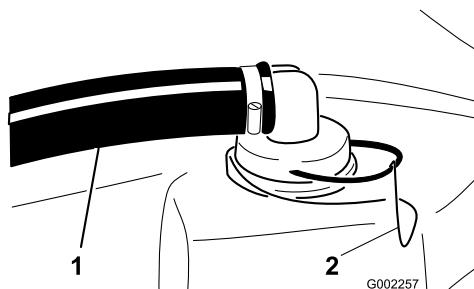

Figure 63
- Retirez la fixation du raccord rouge monté sur le gros flexible en haut de la cuve (Figure 63).
- Débranchez le flexible de la cuve (Figure 63).